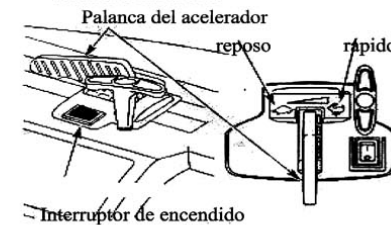
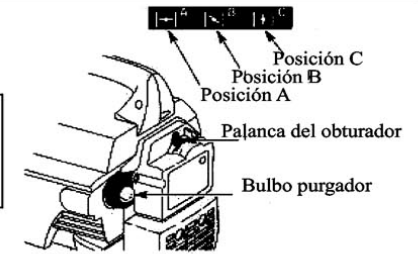

Fig 10
Fig 11
NOTA: El interruptor de encendido es un interruptor temporal y siempre está en la posición ON (I) (Fig. 10).
3. Presione completamente y suelte el bulbo purgador lentamente 10 veces. La gasolina debería sentirse y verse en el bulbo. (Fig. 11). Si la gasolina no ha entrado al bulbo, presiónelo hasta que lo haga.
4. Ponga la palanca del obturador en la posición A (Fig. 11).
5. Con el equipo en el suelo mueva la manija del acelerador a la posición rápida (↗) (Fig. 10).
7. Ponga la palanca del obturador en la posición B (Fig. 11).
10. Deje calentar el motor entre 5 a 10 segundos. Ponga la palanca del obturador en la posición C (Fig. 11).
NOTA: Si el motor se inunda mientras lo trata de encender, ponga la palanca del obturador en la posición C. Mueva la palanca del acelerador a la posición rápida (↗) (Fig. 10). Hale la cuerda del encendido fuertemente. El motor debe encenderse después de 3 u 8 intentos.
NOTA: La obturación es innecesaria cuando inicia un motor en caliente. Mueva la palanca del acelerador a la posición rápida (↗) (Fig. 10) e inicie el equipo con la palanca del obturador en la posición B (Fig. 11).
1. Mueva la palanca del acelerador a la posición de reposo (Fig. 10). Deje que el motor se enfríe.
2. Presione y sostenga el interruptor de encendido en la posición de **DETENCIÓN** [O], hasta que el motor se detenga completamente. (Fig. 10).